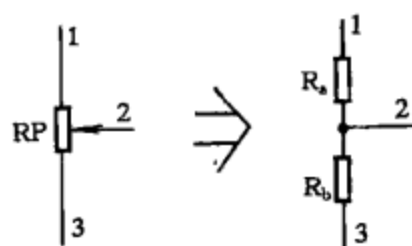

图 1-37
(1) 当动臂 2 端处于电阻体中间时， $R_a = R_b$ ，动臂 2 端输出电压为输入电压的一半，如图 1-37 所示。